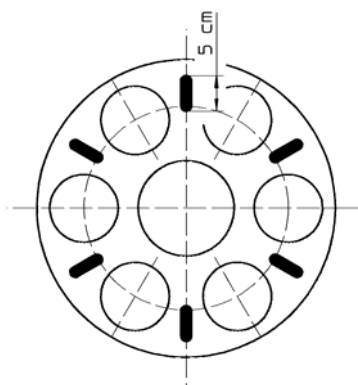

Bild 10: Befestigung Federzentrierblech
- Sofern erforderlich die Führung (7) in die Haube unten (1) einstecken. Hierbei darauf achten, dass der O-Ring (20) nicht vergessen wird. Mit der Nutmutter (31) befestigen.
- Bei Wirkungsweise NC: Stützteller (6) auf Spindel (4) aufschieben. Membran (17), Membranteller (2) und Hülse montieren und mit Zylinderschraube (32) anziehen. Druckfedern (16) auf Membranteller (2) gleichmäßig anordnen. Federzentrierblech (3) auf Druckfedern (16) auflegen. Federzentrierblech (3) zwischen den Zentrierungen 5 cm mit OMNIFIT FD20 einen Kleberwulst aufziehen (Bild 10).
- Die Haube (13) aufsetzen und mit den Sechskantschrauben (26) (gleichmäßig auf Umfang verteilt) anziehen. Sechskantschrauben (26) immer nur 5mm anziehen und dann gegenüberliegende nachziehen solange bis die Hauben aufeinander liegen. Die Sechskantschraube (25) montieren und den Entlüftungsstopfen (22) einsetzen.
- Bei Wirkungsweise NO: Federzentrierblech auf unterer Seite zwischen den Zentrierungen jeweils 5cm mit OMNIFIT FD 20 (s. Bild 10) einen Kleberwulst auftragen und in Haube (1) einlegen. Die Hülse (5), Membranteller (2), das Membran (17) und den Stützteller (6) einsetzen und mit Zylinderschraube(32) anziehen. (Achtung! Hierzu Kupplung an Spindel (4) montiert lassen). Die Haube (13) aufsetzen und